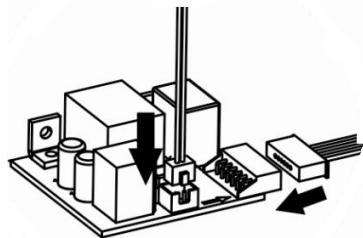

Abb. 5-8 Rückverbindung der Kommunikationskarte.
- Schritt 6, Verbinden Sie die Kommunikationskarte wie gezeigt in Abbildung (Abb. 5-8) mit dem zuvor gekennzeichneten Kabelpaar: